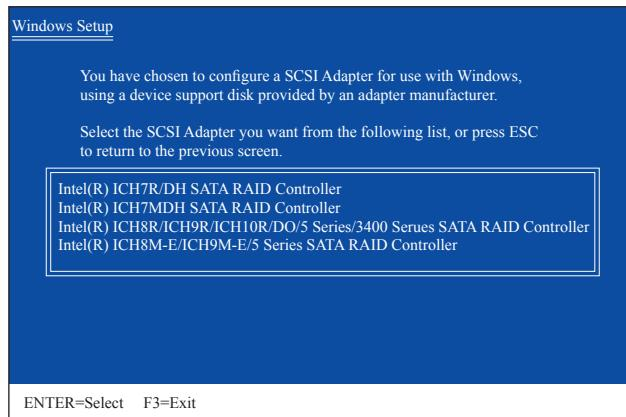

図 2
SATA RAID/AHCI ドライバを含むフロッピーディスクを挿入し、<S> を押します。次に、以下の図 2 のようなコントローラメニューが表示されます。Intel (R) ICH8R/ICH9R/ICH10R/DO/5 Series/3400 Series SATA RAID Controller を選択し、<Enter> を押します。